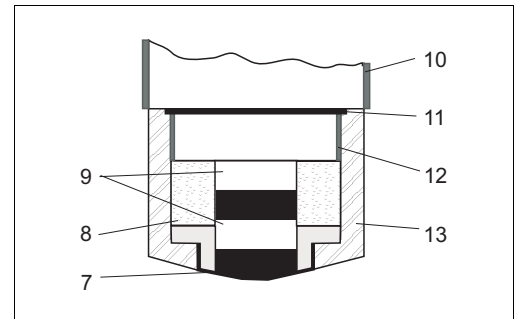
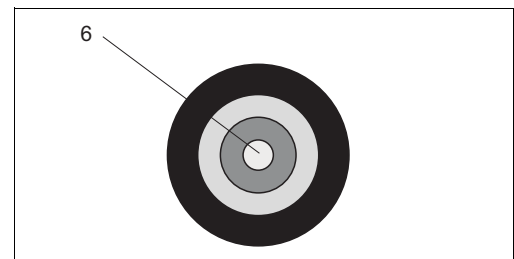

Fig. 12 : Tête de la cellule, coupe longitudinale
Fig. 13 : Tête de la cellule, vue d'en haut
- Tête de la cellule avec cathode et anode (fig. 12, fig. 13)
- Cartouche à membrane avec remplissage d'électrolyte (fig. 12, pos. 13 et 8)